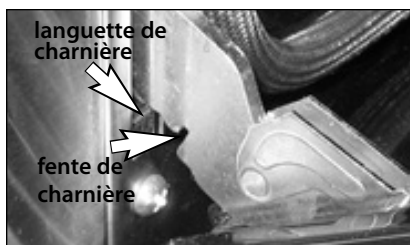

Fig. 08
2. Placez tout simplement la languette de la charnière dans les fentes de la charnière (voir fig. 08).